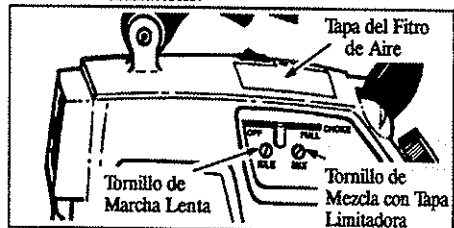

Figura 20
- Ajuste el tornillo de marcha lenta (Figura 20) hasta que el motor continúe marchando sin ahogarse ni parar.
- Gire el tornillo de mezcla (Figura 20) a la izquierda en contra del sentido del reloj hasta que se detenga. *No intente ajustar el tornillo más allá de los paradores ya que esto puede ocasionar daños.*